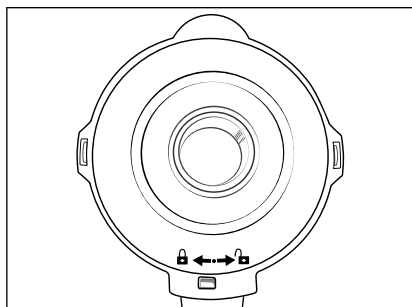

Fig. 2
- 3) Introduceți ingredientele în accesoriul de amestecare ③.
- 4) Apăsați din nou capacul ② în poziție decalată pe accesoriul de amestecare ③. Închideți capacul ② rotindu-l în sens orar, în poziția , până când se blochează cu un sunet (a se vedea fig. 2).